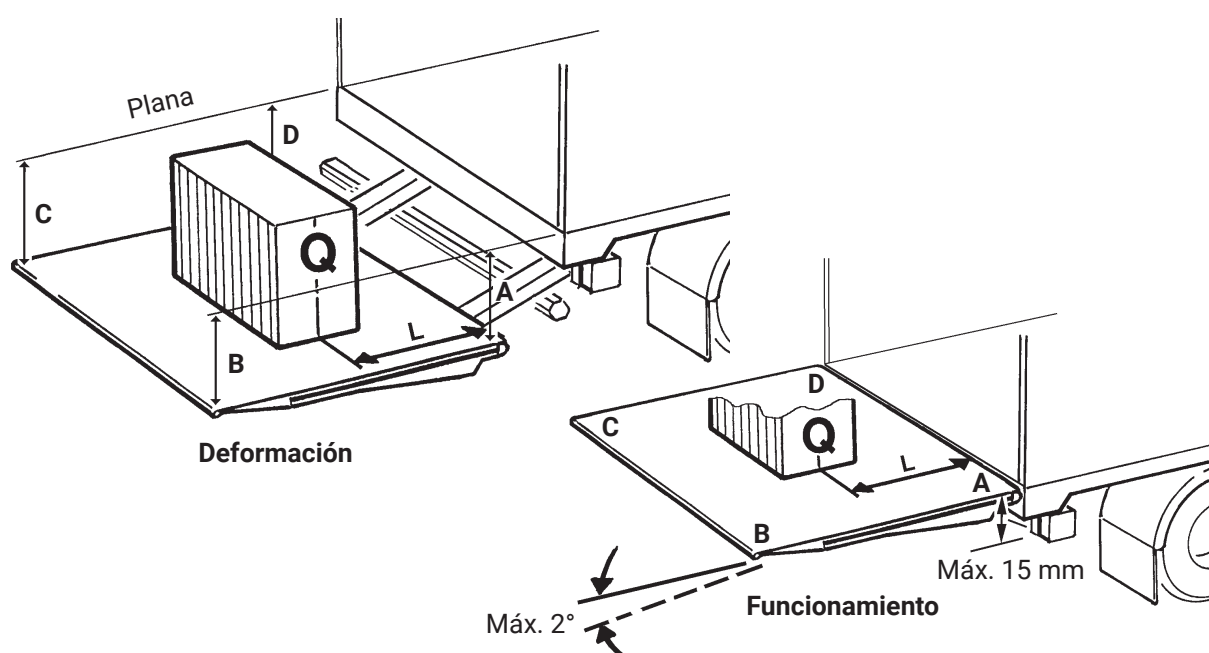

Imagen 86. Prueba y verificación
- Colocar el elevador trasero en la posición a media altura hacia el nivel de la plataforma y con la plataforma en posición horizontal. Medir las medidas comparativas A-B-C-D, como se ilustra en Imagen 86.